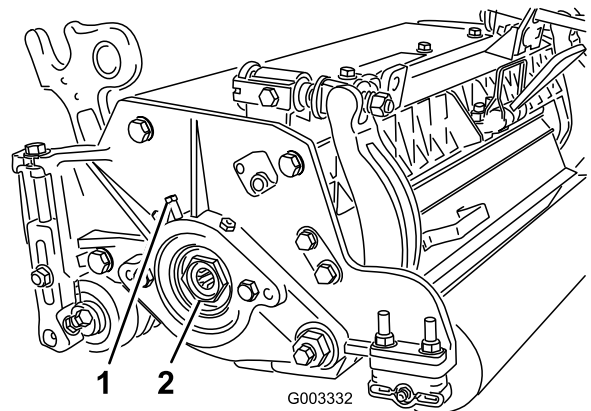

Figura 33
- A. Desaperte o parafuso do conjunto externo segurando a porca de ajuste do rolamento localizado no lado esquerdo da unidade de corte (Figura 33).